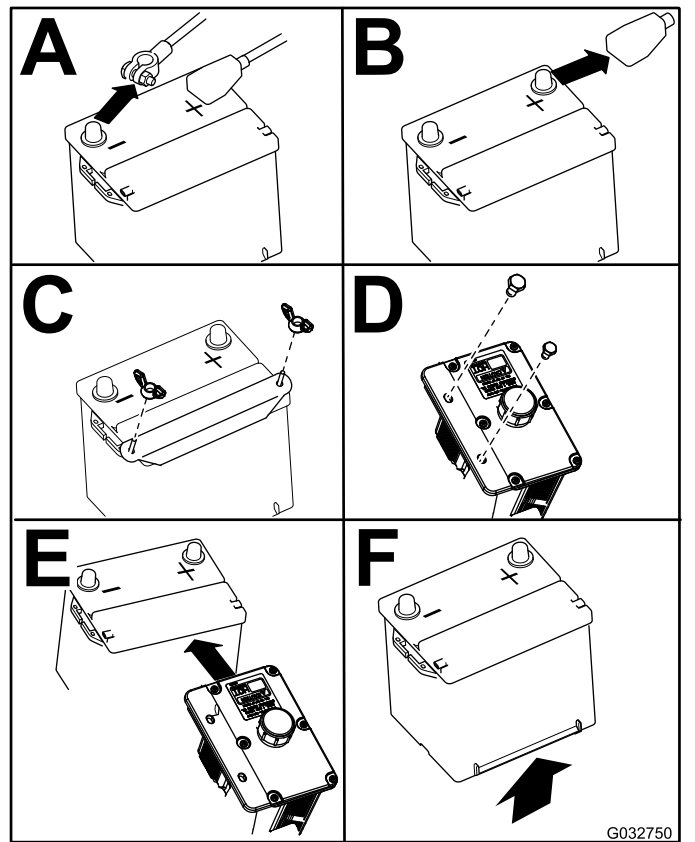

Figura 46
4. Retire la batería, según se muestra en Figura 46.